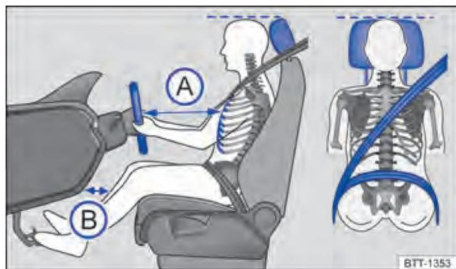

Fig. 21 Distance correcte du conducteur par rapport au volant, position correcte des lacets de ceinture de sécurité et réglage correct de l'appui-tête.
- Réglez le siège de manière à ce que la distance entre le volant et votre poitrine soit d'au moins 25 cm → fig. 21 A et que le conducteur peut tenir le volant par le bord extérieur avec les deux mains et les bras légèrement fléchis.
- Régler le siège du conducteur dans le sens longitudinal de sorte que les pédales puissent être actionnées avec les jambes légèrement fléchies et que la distance par rapport au tableau de bord dans la zone des genoux soit d'au moins 10 cm → Fig. 21 B
- Pour les sièges avec appui-tête : réglez l'appui-tête de manière à ce que son bord supérieur soit de préférence dans la même ligne que le haut de la tête → fig. 21 – mais pas en dessous du niveau des yeux. Positionnez l'arrière de la tête le plus près possible de l'appui-tête.